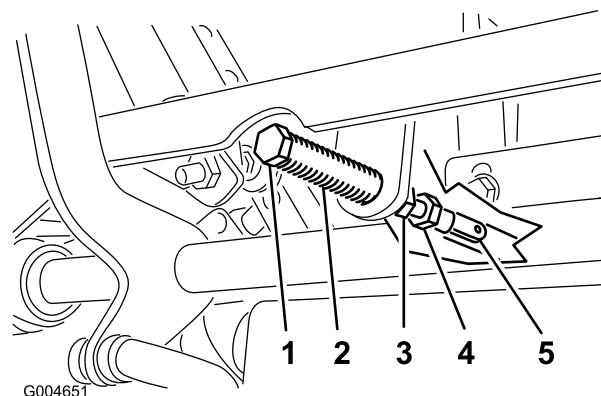

**Figure 48**
3. Retirez les boulons de fixation du panneau avant et déposez le panneau (Figure 48).